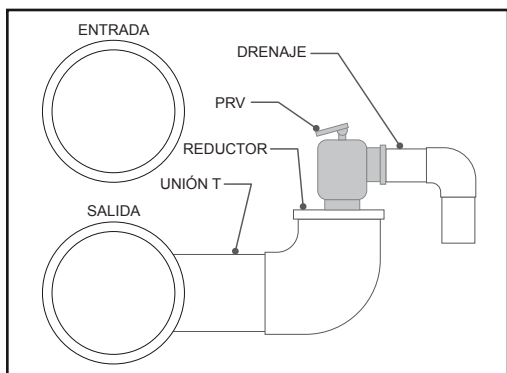

Figura 11. Válvula de alivio de presión
- Localice el puerto de salida de agua que se encuentra del lado del colector de entrada/salida del calentador. Es el puerto inferior que regresa el agua a la piscina y/o jacuzzi. Ver *Figura 11*.
- Utilizando un tubo y accesorios de plástico de PVC o CPVC, instale una unión T de 50 mm (2"). Ver *Figura 11*.
- Instale la PRV de manera que quede en posición vertical. Ver *Figura 11*.